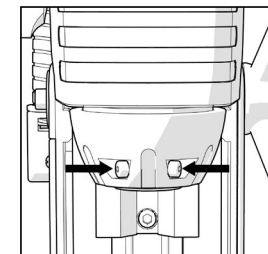

Fig. 7
- Compruebe que los tornillos sin cabeza de fijación del cortador ubicados en el eje no sobresalen por el orificio del eje. (Fig. 7)